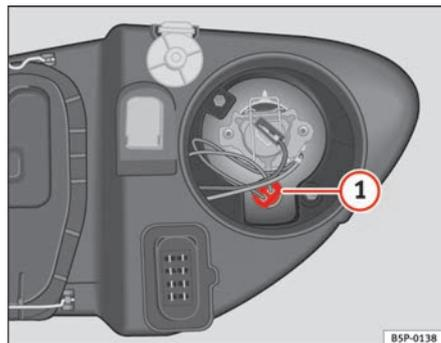

Fig. 186 Feu de croisement
- Retirez le porte-lampes ⇒ fig. 186 **1** vers l'extérieur.